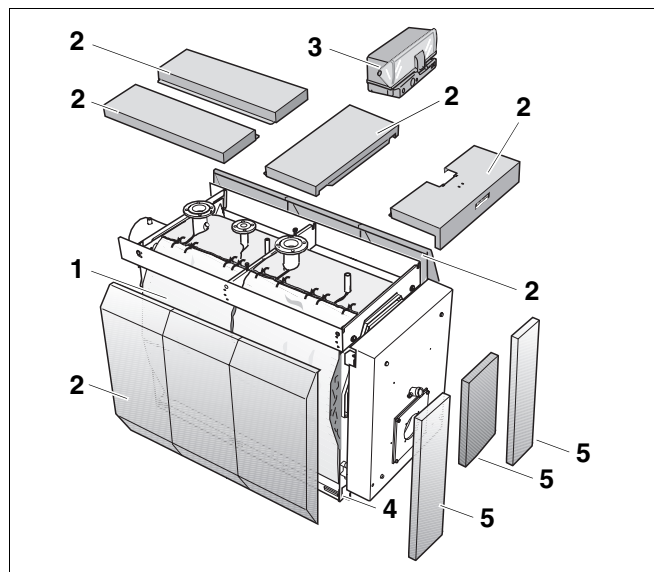

Рис. 1 Специальный отопительный котел Logano S735 на дизельном и газовом топливе
Основные составные части специального отопительного котла Logano S735 на дизельном и газовом топливе (рис. 1):
- Корпус котла (рис. 1, **поз. 4**) с горелкой.
- Обшивка котла (рис. 1, **поз. 2**) и теплоизоляция (рис. 1, **поз. 1**).
- Система управления (дополнительный заказ – рис. 1, **поз. 3**)